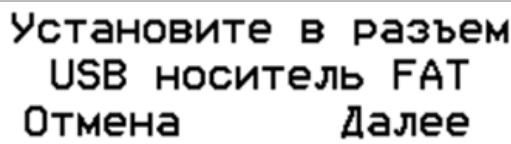

Рисунок 14. Экран «Установите USB накопитель»
- выбрать один или несколько источников данных для выгрузки: данные карты, данные из памяти тахографа и архив СКЗИ (см. Рисунок 14).
Выбор пункта или его сброс осуществляются коротким нажатием на кнопку «OK», переключение между пунктами – кнопками «◀» и «▶»(см. Рисунок 14).